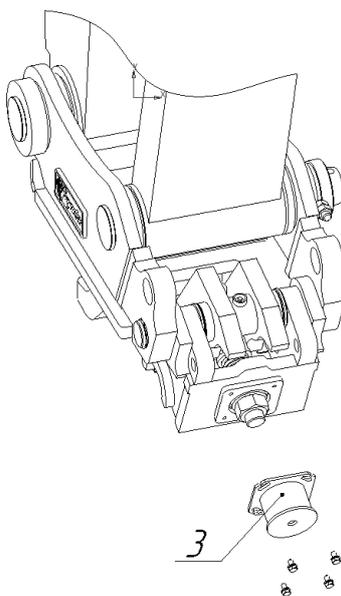

Рис. 5
2. Снимите крышку 3, открутив 4 болта (рис. 5).